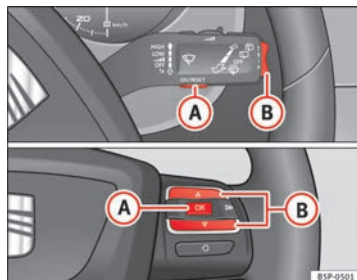

Fig. 41 Tasto A e B. Comandi sul volante
- Con il quadro acceso, premere brevemente il tasto ⇒ fig. 41 **A** ubicato sulla leva del tergicristallo per passare da una memoria all'altra o premere il tasto **A** dei comandi sul volante ⇒ fig. 41.